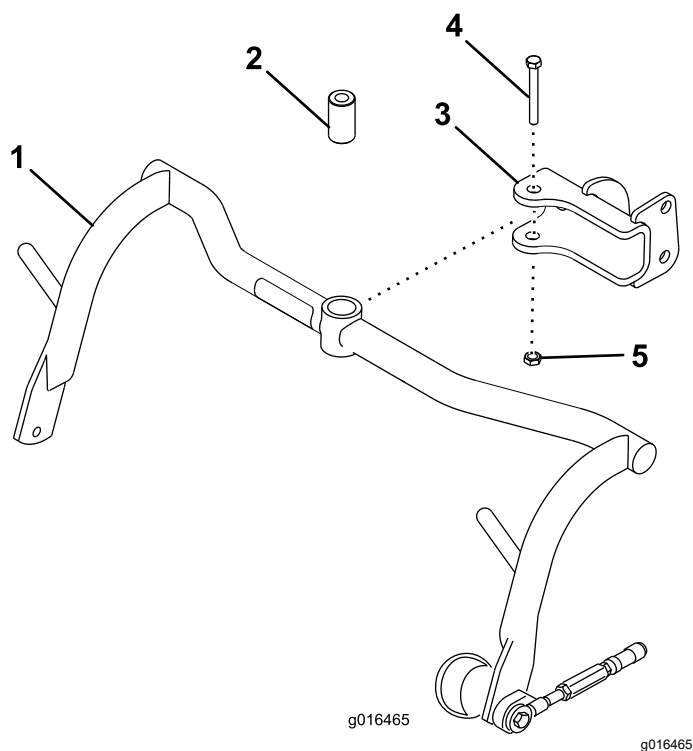

Figura 5
1. Monte un conjunto de bastidor de tiro en cada horquilla con un suplemento, un perno ($\frac{1}{2}$ " x $3\frac{1}{4}$ ") y una contratuercas ($\frac{1}{2}$ "); consulte la Figura 5. Apriete a entre 91 y 113 N·m.